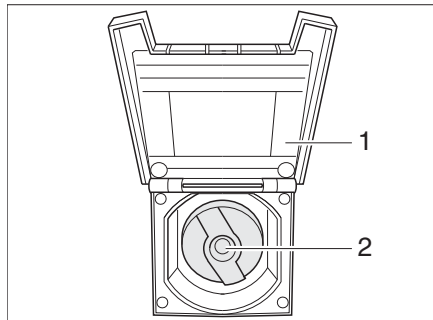

Fig. 283 Couvercle de fermeture pour bec de remplissage d'eau potable
- Ouvrir le clapet de fermeture (Fig. 283,1) vers le bec de remplissage d'eau potable.
- Insérer la clé dans le barillet (Fig. 283,2) et la tourner d'un quart de tour dans le sens inverse des aiguilles d'une montre.
- Ouvrir le bec de remplissage d'eau potable (Fig. 283).